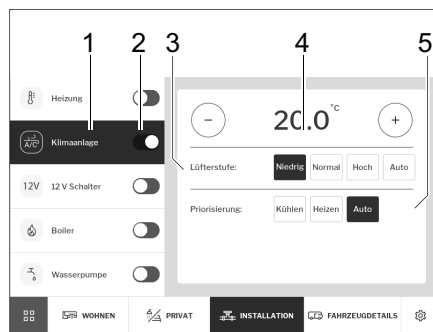

Fig. 282 Climatisation
- Activer ou désactiver la climatisation à l'aide de l'interrupteur coulissant (Fig. 282,2).
- Appuyer sur la touche *Climatisation* (Fig. 282,1).
- Utiliser les touches Plus et Moins pour régler la température souhaitée de l'habitacle (Fig. 282,4).
- Définir l'ordre des priorités souhaité (Refroidissement/Chauffage/Auto) (Fig. 282,5).
- Sélectionner la vitesse de ventilateur (Fig. 282,3).